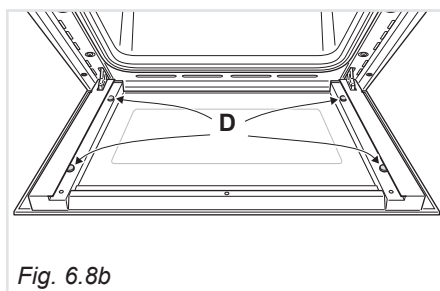

Fig. 6.8b
- Verificare che i 4 distanziatori "D" siano nella loro posizione (fig. 6.8b).